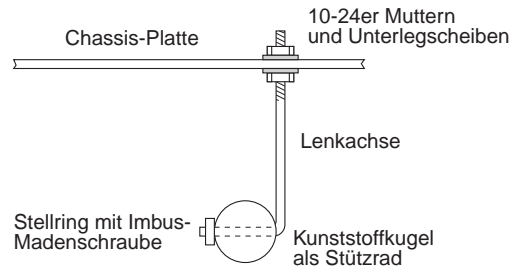

Abbildung 4.9: Montage des Stützrades
- Setzen Sie das Kunststoffrad mit einem Durchmesser von 2,5cm auf die Lenkachse (siehe Abbildung 4.9). Halten Sie das Rad mit dem Stelling am Platz. Ziehen Sie die Imbus-Madenschraube mit dem mitgelieferten Inbusschlüssel fest an. Vergewissern Sie sich anschließend, daß das Rad auf der Lenkachse frei rotieren kann.